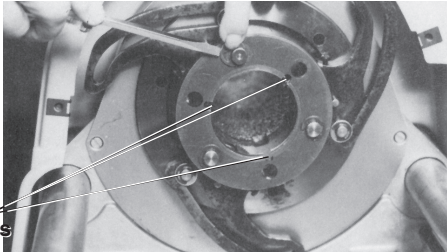

Figure 2 – Platine de rétention à encoches (sur 1822)
2. Examinez la machine à fileter afin de confirmer qu'elle dispose d'une platine de rétention avant avec encoches pour le tenon de l'adaptateur (se reporter à la Figure 2). Au besoin, installez une platine de rétention équipée d'encoches.